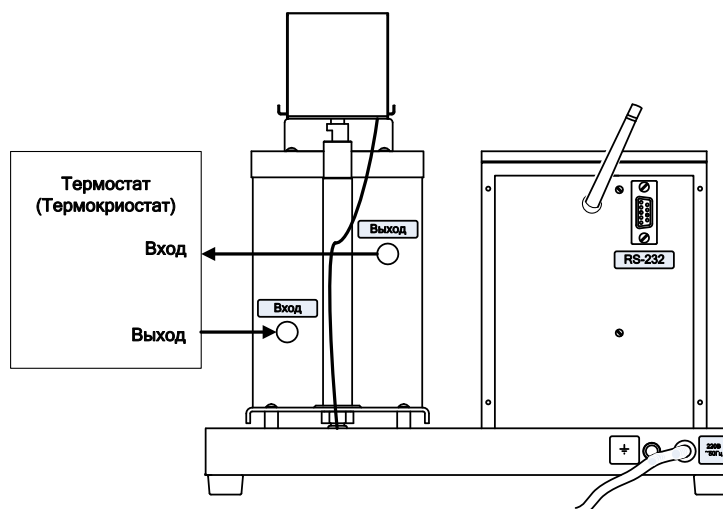

Рисунок 6 – Подключение к внешнему термостату (термокриостату)
4.4.1.8 При подключении к внешнему термостату (термокриостату), необходимо соединить медицинскими трубками ПВХ вход и выход блока охлаждения аппарата АТХ-20 с выходом и входом внешнего термостата (термокриостата) соответственно (см. рисунок 6).